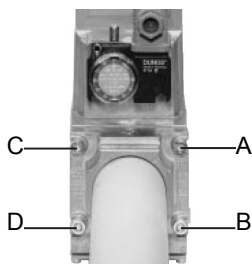

Рис. 11
3. Установить Мультиблок между резьбовыми фланцами (Рис. 11)
**ВНИМАНИЕ:** установка выходного давления регулятора VD-R осуществляется воздействием на регулировочную кольцевую гайку (рис. 10). Положение индикатора на циферблате показывает значение давления на выходе, рассчитанное в процентах от полной шкалы PS датчика (рис. 11).